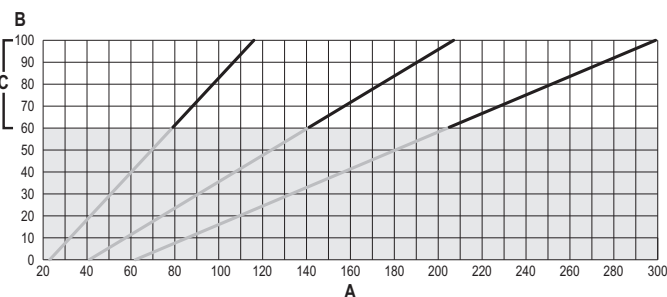

fig. 40
- Appuyer sur les touches chauffage (rep. 3 et 4 - fig. 1) pour augmenter ou réduire la puissance thermique (minimum = 00, maximum = 100). Voir diagramme « Réglage Puissance Thermique » (fig. 40).